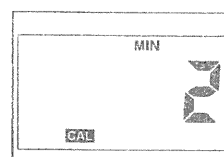

図 2-14
- －▲キーまたは▼キーを押して、新しい設定値を選択します（図2-14）。